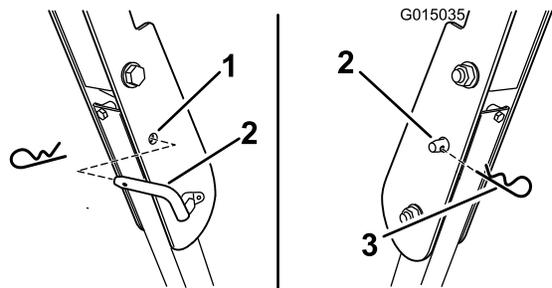

Figure 8
4. Pour abaisser l'arceau de sécurité, retirez la goupille fendue puis l'axe de verrouillage (Figure 8).
3. Posez les axes de verrouillage. Fixez les axes à l'aide de goupilles fendues (Figure 8).